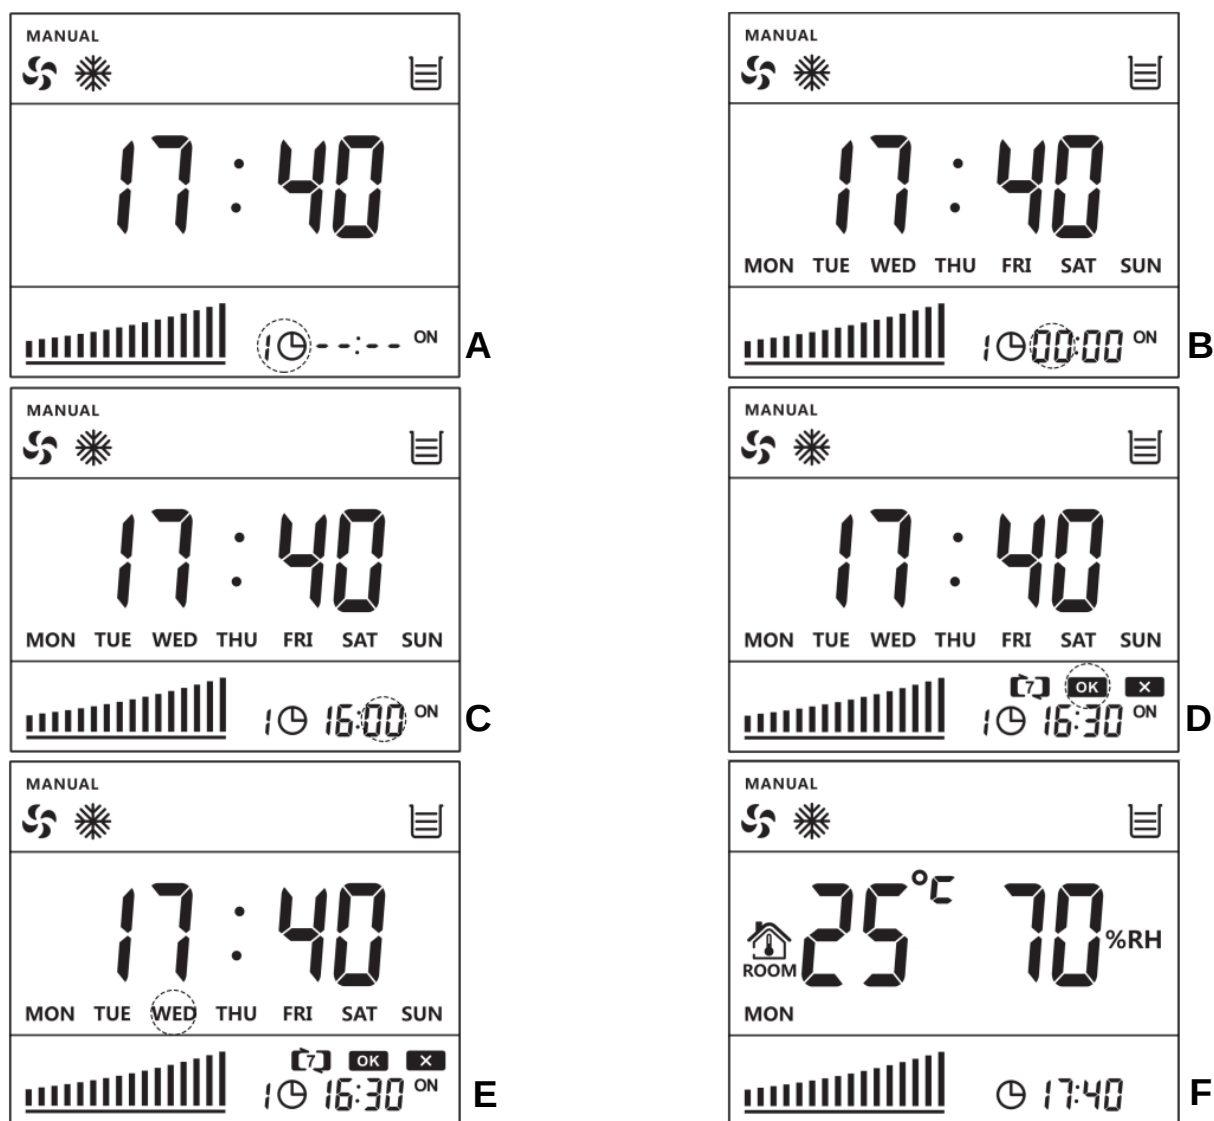
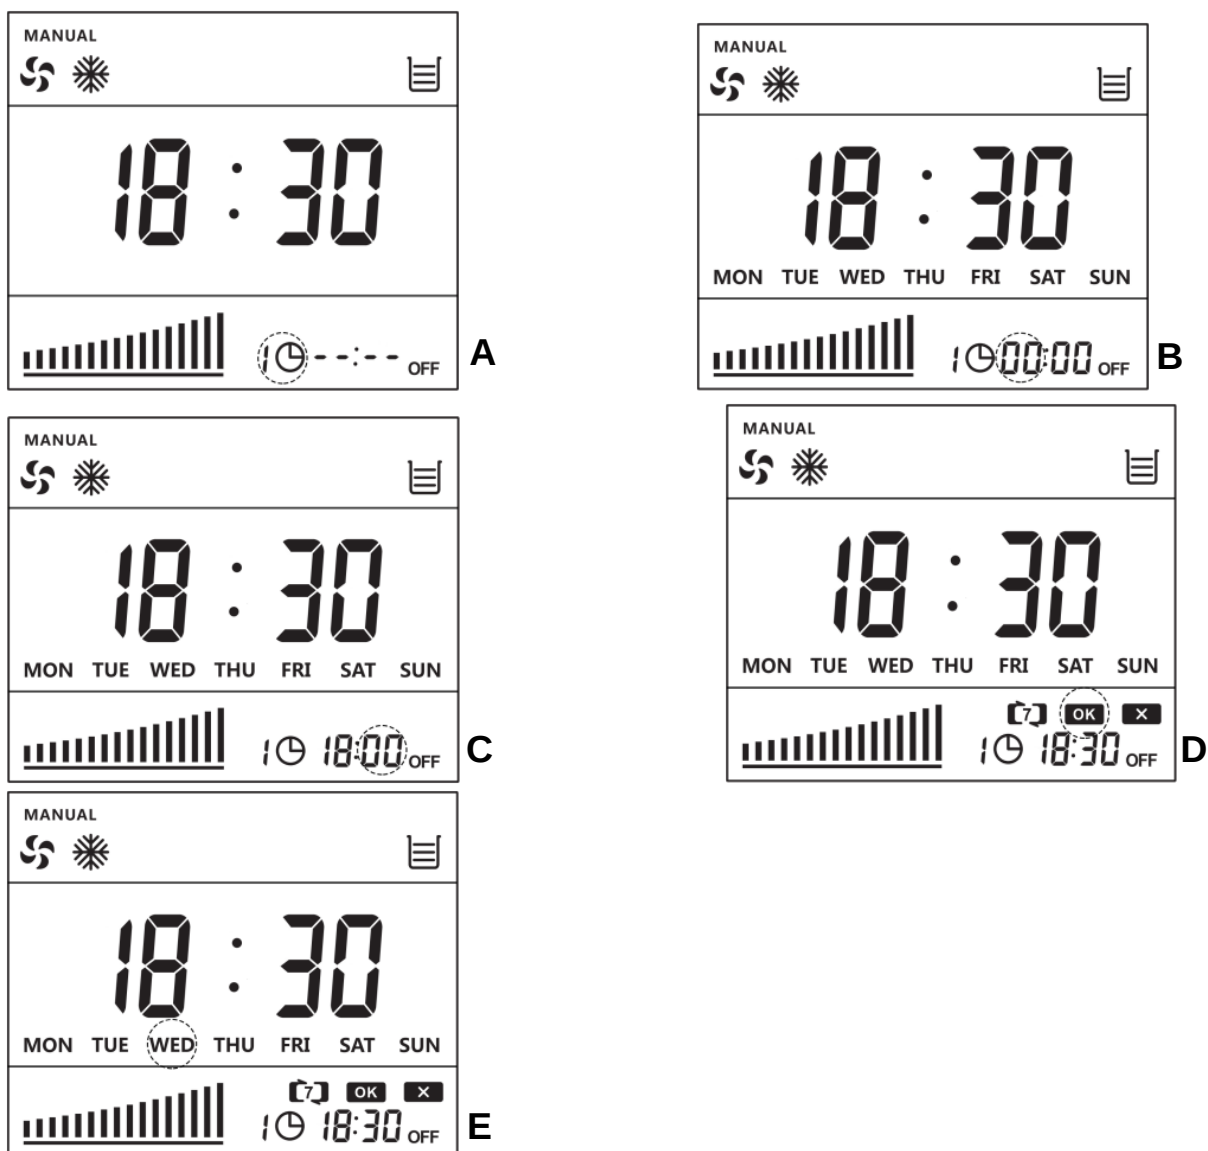
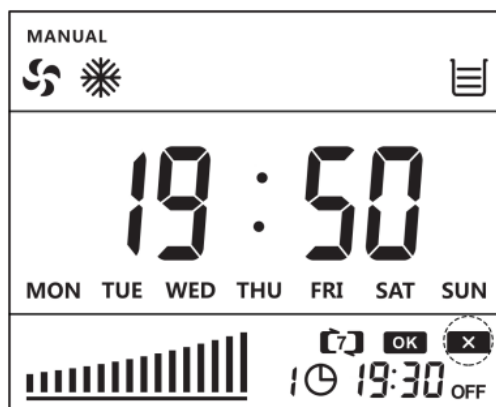

Figura 15 — Attivazione temporizzazione
Figura 16 — Disattivazione temporizzazione
Figura 17 — Cancellazione di un gruppo
- Premendo il tasto  sullo schermo appare "--:--" e lampeggia "ON", ovvero la funzione di temporizzazione non è impostata, come da Figura 15-A.
- Premendo il tasto  "--:--" diventa 00:00 e l'ora lampeggia, utilizzare quindi il tasto  o  per regolare l'ora, come da Figura 15-B.
- Premendo di nuovo il tasto  l'ora smette di lampeggiare ed iniziano a lampeggiare i minuti, utilizzare quindi il tasto  o  per modificare i minuti, come da Figura 15-C.
- Premere di nuovo il tasto , i minuti smetteranno di lampeggiare, **OK** lampeggia come mostrato nella Figura 15-D, se si conferma l'orario, premere il tasto  per terminare le impostazioni. Se necessario impostare l'orario settimanale, andare al punto 5.
- Quando **OK** lampeggia, usare i tasti  o  per scegliere la settimana, scegliere la settimana che lampeggia come da Figura 15-E, premere il tasto  per confermare o eliminare la settimana scelta. L'utente può selezionare diverse settimane in base alle necessità. Se non è selezionata nessuna settimana, l'impostazione è valida solo per una singola volta, questa impostazione sarà cancellata dopo l'esecuzione.
- Dopo aver impostato la settimana, usare i tasti  o  per regolare fino a che l'icona **OK** lampeggia, come mostrato in Figura 15-D. Premere il tasto  per terminare l'impostazione, verrà visualizzato l'orario e un'icona con un promemoria dell'orario impostato, come da Figura 15-F.
- Premendo il tasto  sullo schermo l'icona della temporizzazione inizia a lampeggiare, "--:--" significa che la funzione temporizzazione non è stata impostata, come da Figura 16-A.
- Premendo il tasto  sullo schermo appare "--:--" e l'ora inizia a lampeggiare, usa i tasti  o  come da Figura 16-B per cambiare le ore.
- Premendo il tasto  l'ora smetterà di lampeggiare e inizierà a lampeggiare i minuti, usa i tasti  o  per cambiare i minuti come da Figura 16-C.
- Premendo il tasto  i minuti smetteranno di lampeggiare,  lampeggia come mostrato nella Figura 16-D, se viene confermato questo orario, premere nuovamente  per terminare l'impostazione. Se necessario impostare l'orario settimanale, andare al punto 5.
- Quando **OK** lampeggia, usare i tasti Δ o ∇ per scegliere la settimana, scegliere la settimana che lampeggia come da Figura 15-E, premere il tasto  per confermare o eliminare la settimana scelta. L'utente può selezionare diverse settimane in base alle necessità. Se non è selezionata nessuna settimana, l'impostazione è valida solo per una singola volta, questa impostazione sarà cancellata dopo l'esecuzione.
- Dopo aver impostato la settimana, usare i tasti Δ o ∇ per regolare fino a che l'icona **OK** lampeggia, come mostrato in Figura 16-D. Premere il tasto  per terminare l'impostazione.
Quando si imposta la temporizzazione, come mostrato in Figura 15-D ed in Figura 16-D, quando l'icona **OK** lampeggia, usare i tasti Δ o ∇ per regolare fino a che l'icona **X** lampeggia (Figura 17), premi poi il tasto  per cancellare un gruppo.
Nella Figura 15-A, tenere premuto  fino a che sul display non compare come mostrato nella Figura 18, poi premi  per cancellare tutti i gruppi temporali.